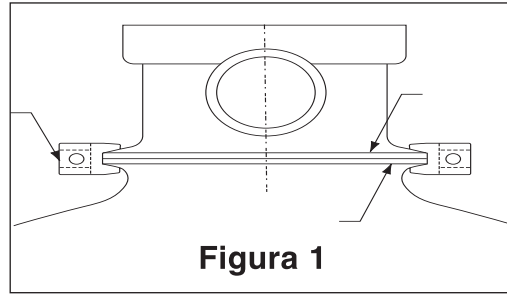

Figura 1
8. Asegúrese que la válvula este firmemente empujada en la parte superior de el tanque y que el borde del tanque y el borde de la válvula estén en contacto con si mismas. Observe la **Figura 1**.
9. La abrazadera de plástico ahora puede ser instalada. Ponga la mitad de la abrazadera sobre la conexión de la válvula y la conexión del tanque como esta mostrado en **Figura 1**. Ponga los tornillos de la abrazadera y tuercas, también asegúrese que las tuercas esten posicionadas en la parte hexagonal de la abrazadera.